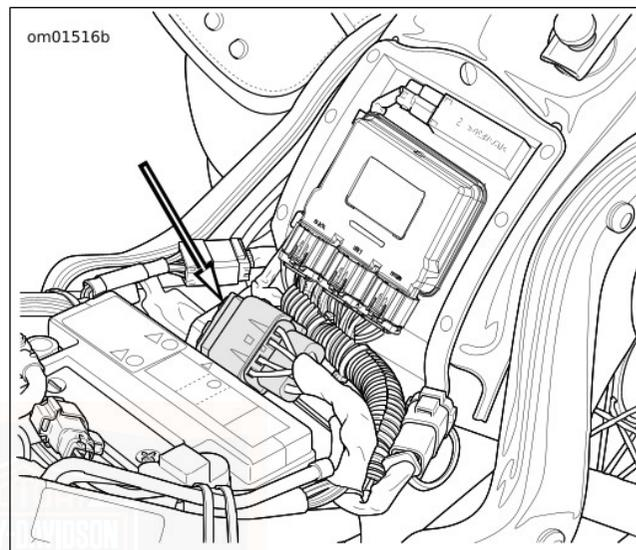

Figura 75. Ubicación del bloque de fusibles
3. Vea Figura 75. Quite la cubierta del bloque de fusibles.